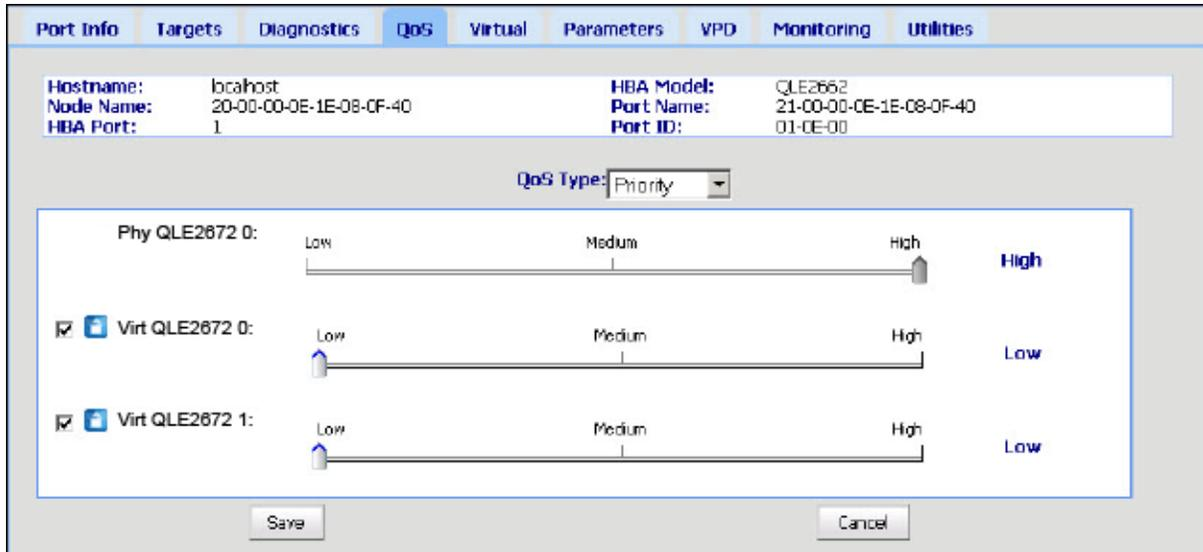

Figure 3-10. Définition de la QoS par priorité
- Déplacez le curseur pour sélectionner une priorité basse, moyenne ou haute, tel qu'illustré à la Figure 3-10.